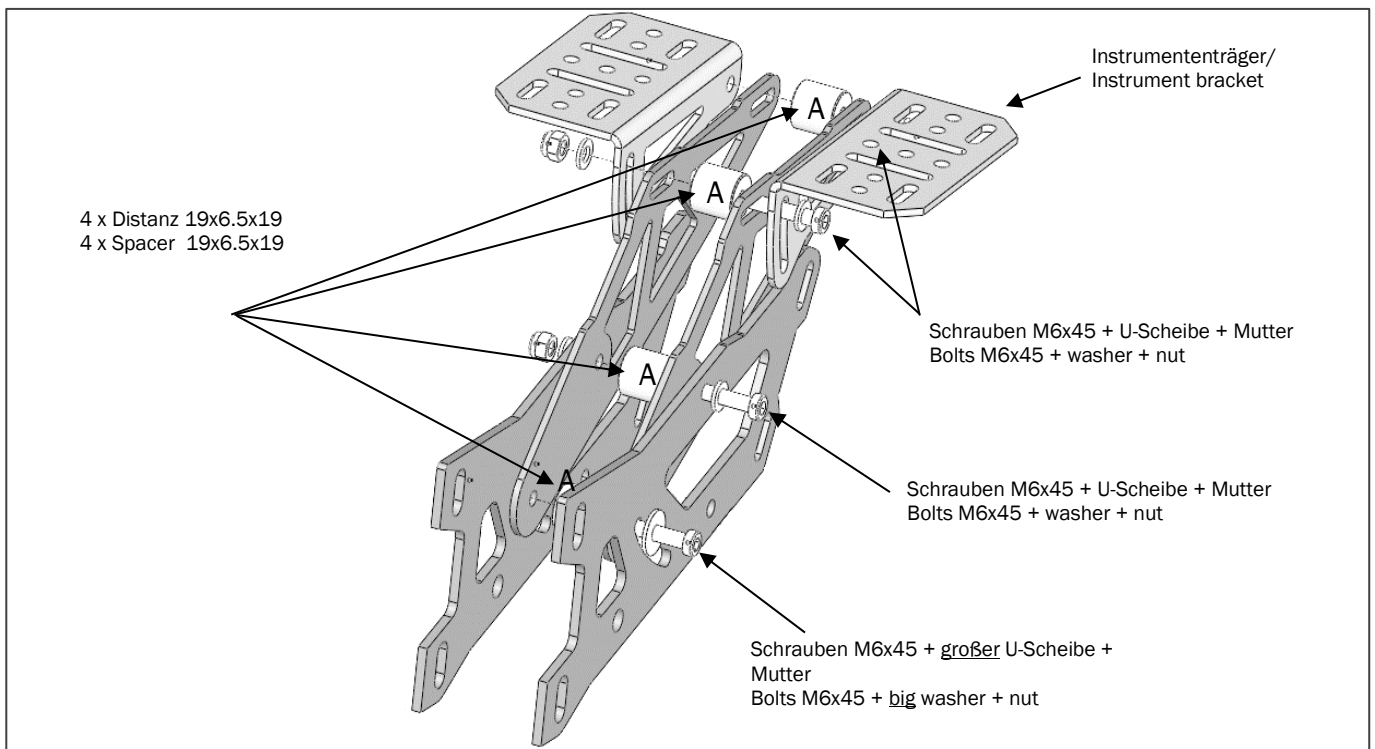

Abb. 3
2. Abb. 3 + 4: Die Seitenplatten mit dem Schwenkarm und den Distanzen 19x6.5x19mm verschrauben. Schraube M6x45 mit Unterlag Scheiben und Muttern.
3. Abb. 3 + 4 + 5 Die Instrumententräger Platten an den Schwenkarm Platten verschrauben. Die Platten können sowohl links als auch rechts montiert werden. Je nach Montageposition ergibt sich eine Kippmöglichkeit zum Fahrer hin bzw. bei umgekehrter Montage vom Fahrer weg. Schrauben M6x40 mit Unterlag Scheiben und Muttern.